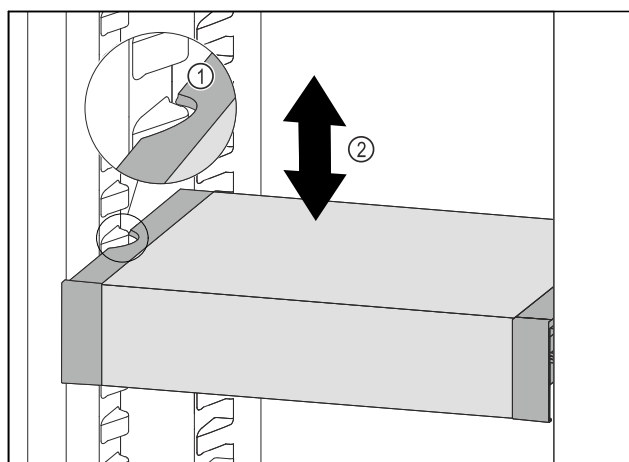

Fig. 159
- ▶ Táhněte VarioSafe dopředu, dokud nebudou boční vybrání VarioSafe na úrovni žebrování na nádoby v chladničce. Fig. 159 (1)
- ▶ Posouvejte VarioSafe v chladničce nahoru nebo dolů, dokud nedosáhnete požadované výšky. Fig. 159 (2)